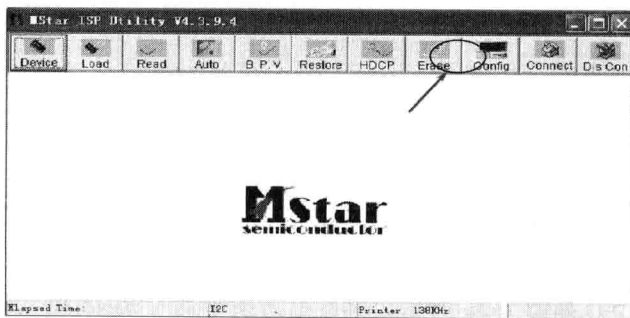

图 1-25
1) 将工具软件安装包“ISP-ToolV4394.rar”复制到 C 盘, 解压缩到一个文件夹。双击“ISP-ToolV4394.exe”, 出现如图 1-25 所示窗口。